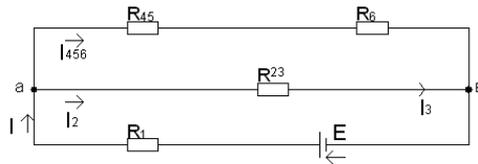

рис. 3
2.3. Эквивалентный резистор для последовательно соединенных R_{45} и R_6 (рис.3):
2.4. Эквивалентный резистор для параллельно соединенных (рис.3) резисторов R 456 и R 23 :
4.3. Токи резисторов R 2 и R 3 (схема рис. 3)
4.4. Ток через резистор R456 (схема рис. 3)